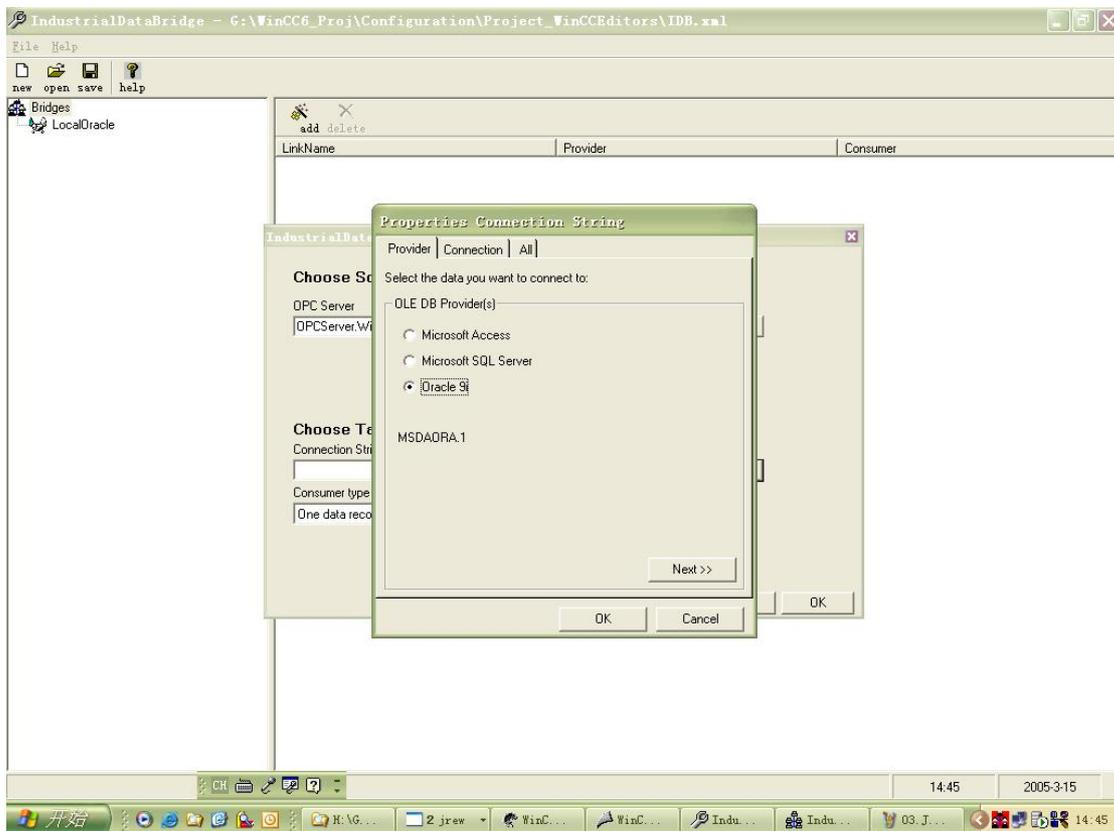
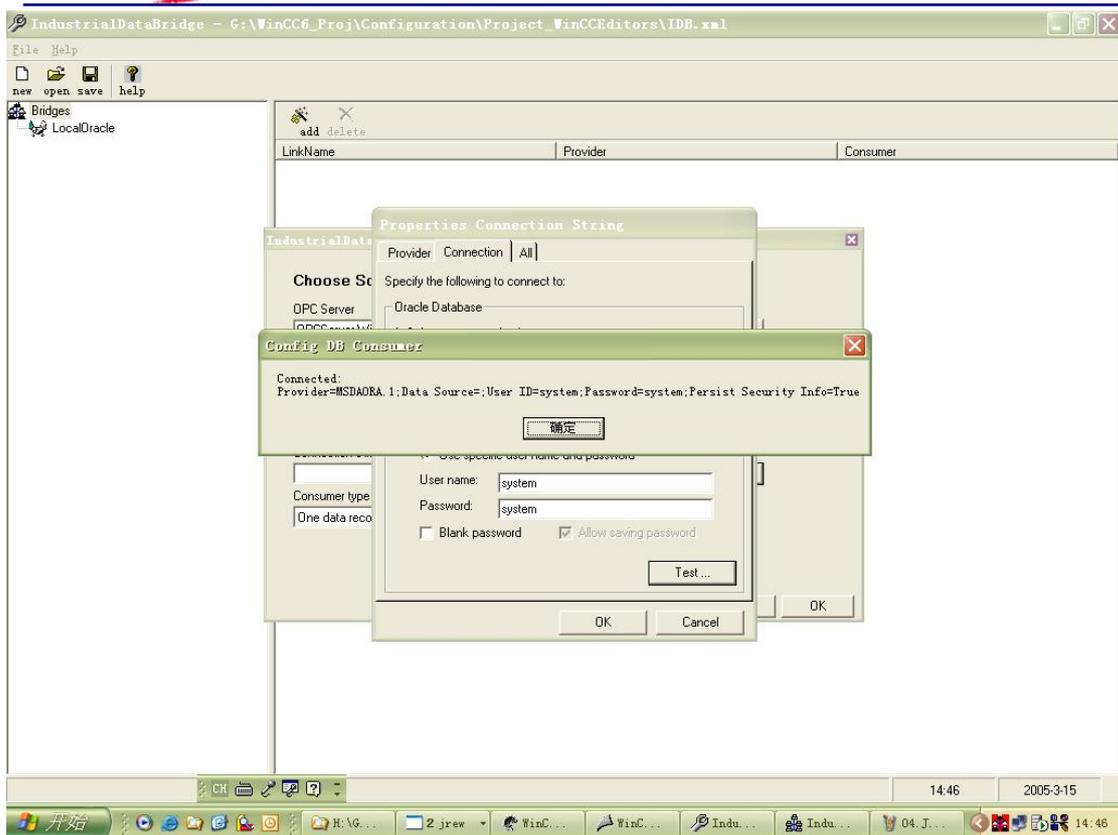

图 4：选择数据库驱动
图 5: 输入数据库名称, 登录用户名和密码
2.4 单击下方的“Browse”按钮指定 OLE DB Provider，即数据库驱动。并在连接中指定数据库名称，登录的用户名和密码，系统生成连接字符串。如图 4 和图 5 所示。